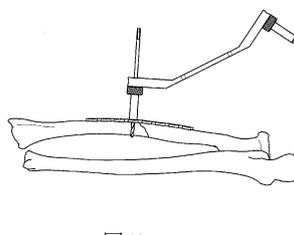

図19
- 3) 骨折部の修復後、プレートをあてがいX線イメージを確認しながら、2.9 ドリルNCP ポジションのニュートラル側を用いて、2.9 ドリルにてドリル先端が反対側皮質から2mm程突出するまでドリリングします。(図19)